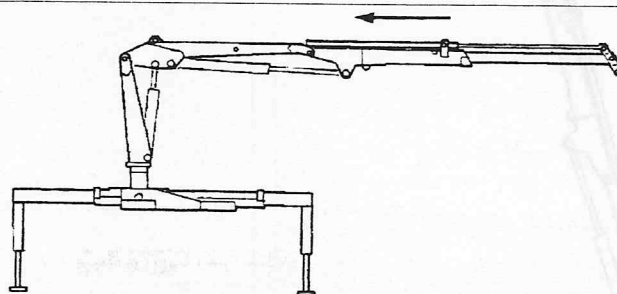

fig.1
- 1) Far rientrare completamente gli sfilì idraulici (Fig. 1)
- 1) Fully withdraw the hydraulic extensions (Fig. 1)